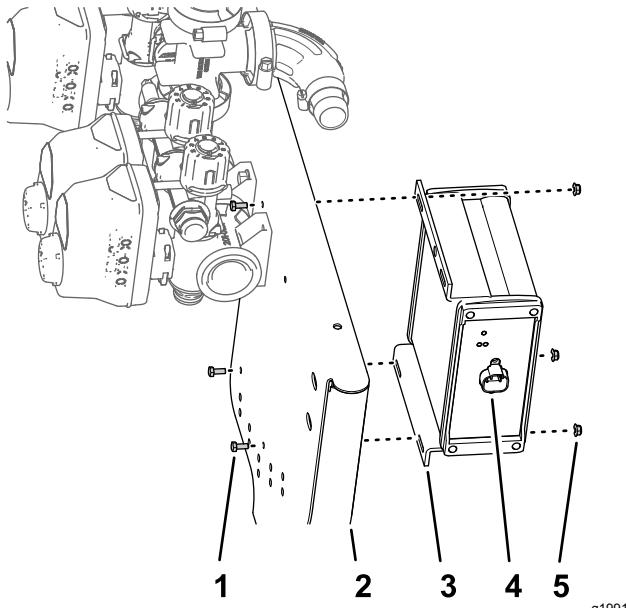

Figura 96
1. Alinhe o controlador do pulverizador ASC 10 para o lado dianteiro da montagem da válvula com o conector de quatro pinos para fora (Figura 96).
- Monte o controlador do pulverizador na montagem da válvula (Figura 96) com os quatro parafusos (3 x 10 mm) e as quatro porcas de bloqueio flangeadas (3 mm).